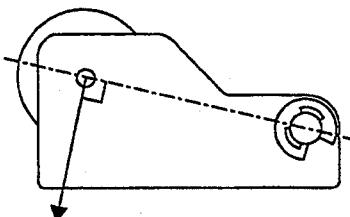

Fig. 2-1
3. Pull the spring scale in direction indicated in Fig. 2-1 until the pinch roller fully loses contact with the capstan shaft; then slowly ease the scale so the pinch roller moves back toward the capstan shaft.
3. ピンチ・ローラがキャブスタン・シャフトから完全に離れるよう秤を矢印の方向(図2-1)に引っ張た後、ピンチ・ローラが再びキャブスタン・シャフトに接触するように徐々に戻す。